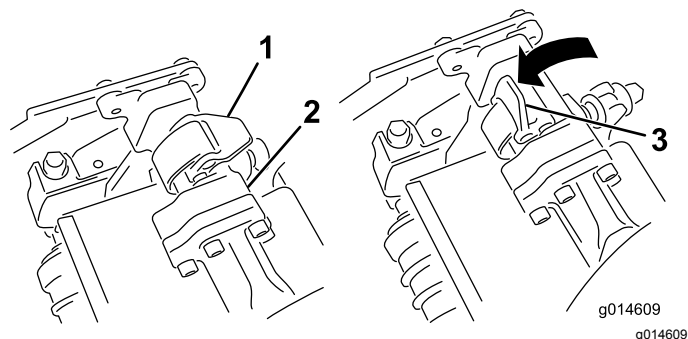

Figura 36
4. Com os fechos na barra do braço de suspensão a apontar para cima (i.e. abertos) (Figura 36), empurre o braço de suspensão para baixo de forma a que a barra passe pela barra através da parte superior da unidade de corte (Figura 37).
5. Feche os fechos para baixo e em redor da barra da unidade de corte e bloqueie-os no sítio (Figura 36).
- Abra os fechos na barra do braço de suspensão da unidade de corte que está a remover (Figura 36).